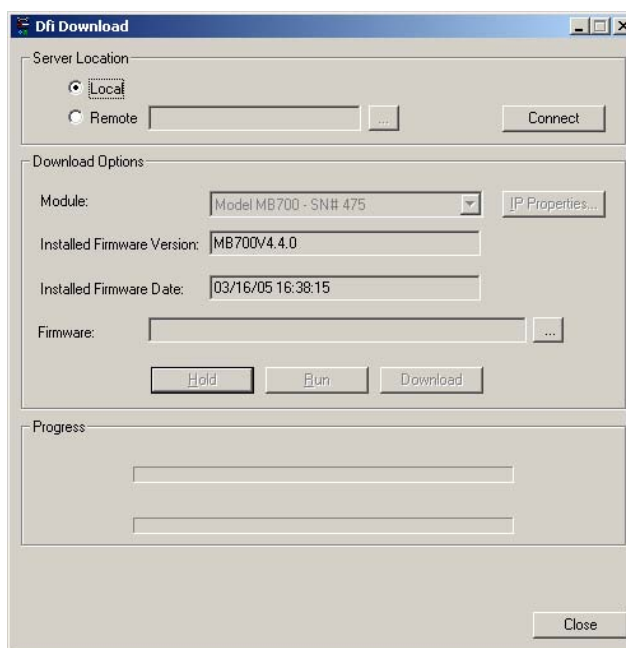

Figura 2.11 – Dfi Download – Tela para Conexão do Módulo (2)
17. Certifique-se que o LED HOLD esteja aceso. Após interromper a execução do *Firmware* no Módulo (*Hold*) a tela seguinte, representada pela Figura 2.11, será exibida novamente.